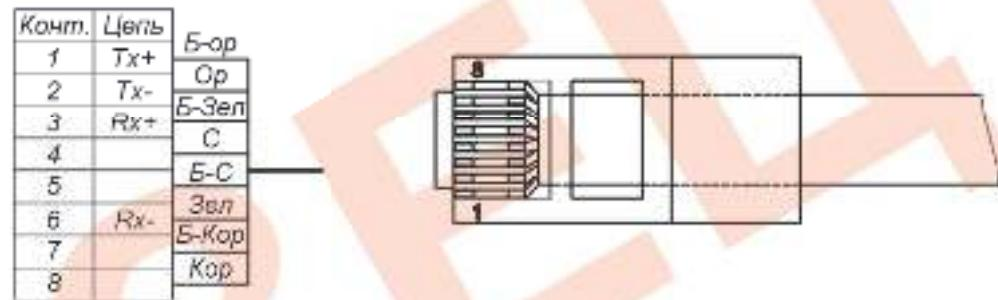

Рис. 3 Обжимка вилки RJ45 на кабель кат.5е
2. Ввести через кабельные вводы кабели интерфейса IP-камер/устройств, обжать винты RJ45 на кабели и подключить их к коммутатору. Использовать кабель UTP кат.6 (в комплект поставки не входит; обжимка кабеля производится по стандарту TIA/EIA 568B (рис.3)).